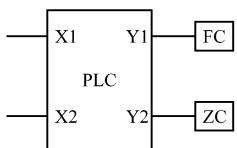
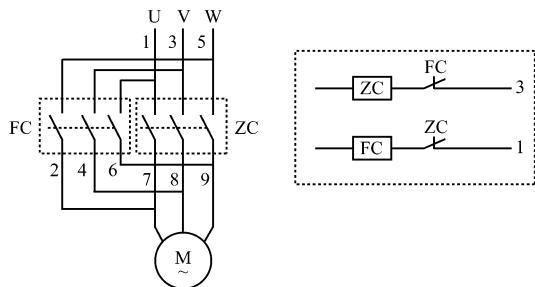

图 2 触点连通示意图
图 3 接触器导通示意图
(1) 启动绞车: 当按下正向运行按钮时,PLC 上 X1 触点接通(见图 2),Y1 触点输出信号至接触器 FC,1、3、5 号线与 2、4、6 号线导通(见图 3),电动机启动。反向运行与正向运行类似。